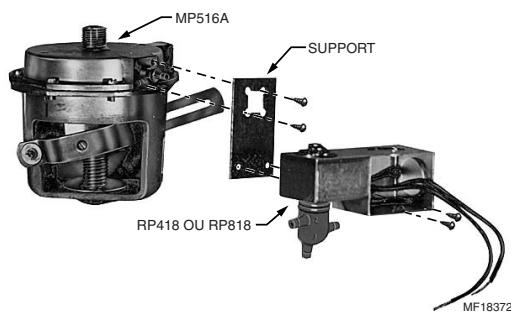

Fig. 2. Relais RP418 ou RP818 montés directement sur un servomoteur MP516A au moyen de la trousse de montage 140003638-001.
1. Utiliser les trous de montage sous le couvercle de la boîte de jonction; fixer le relais à l'aide de vis de montage, non fournies. Voir les Fig. 2 à 5.